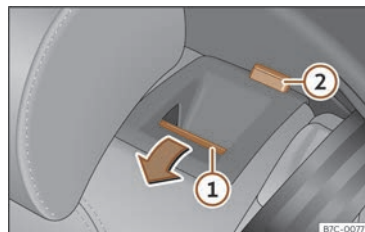

Fig. 69 Asiento trasero: abatir el respaldo.
● Pulse la tecla de desbloqueo >>> fig. 69 ① hacia delante y, al mismo tiempo, abata el respaldo. El respaldo trasero está desbloqueado cuando se ve una marca roja en la tecla ②.